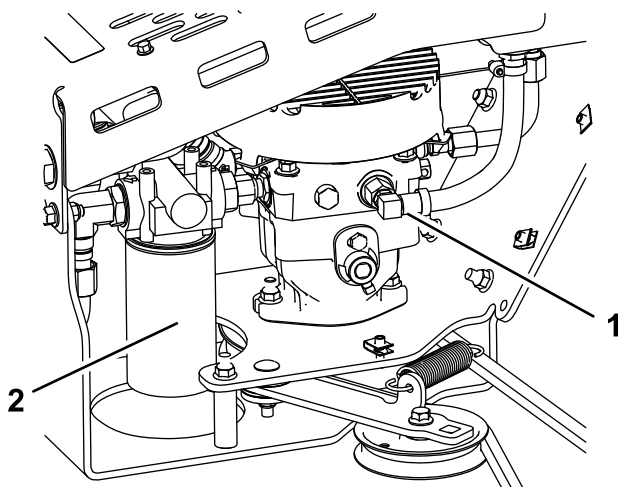

Figura 11
3. Coloque un recipiente debajo del acoplamiento de 90 grados (Figura 11).
10. Retire el filtro hidráulico (Figura 11).
12. Asegúrese de que la zona de montaje del filtro está limpia, enrosque el filtro hasta que la junta toque la placa de montaje y luego apriete el filtro 1/10 a 1/4 de vuelta más (Figura 11).